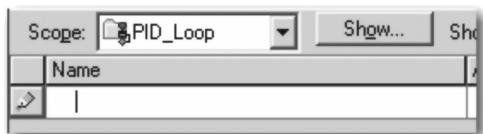

图 9-48 选中首行
9. 单击打开的标签名称文件，以便光标出现在图 9-48 位置。